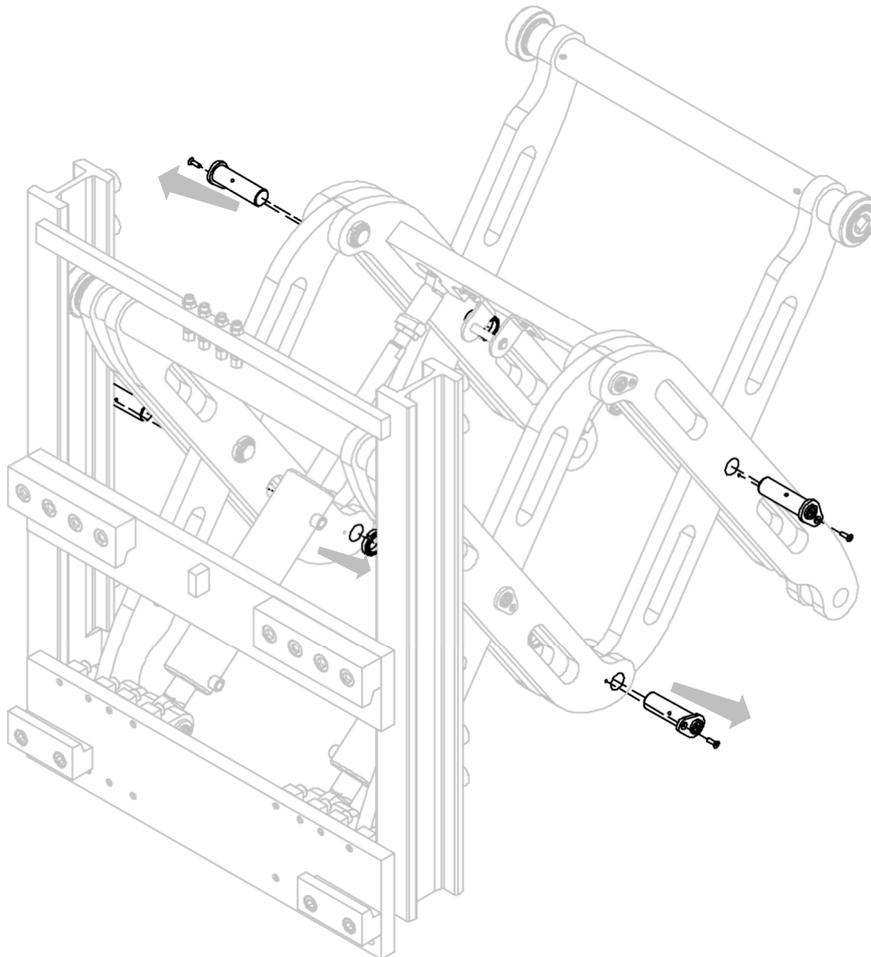

Figure 9
3. Retirer les goupilles (avec vis et bagues) qui bloquent la paire de bras (voir Figure 9).